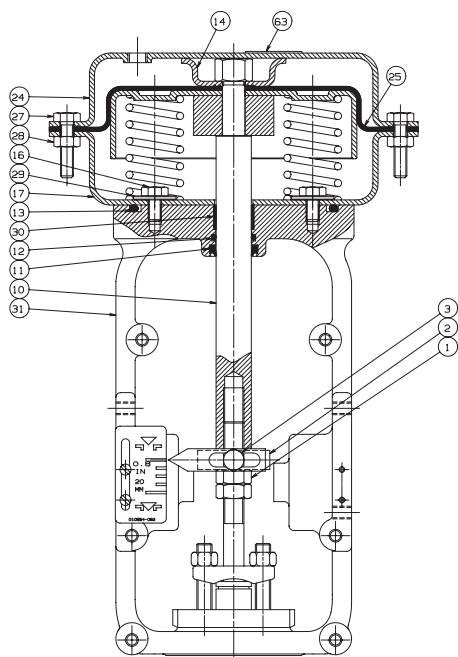

Figure 9 Actionneur de taille 3 fermant sous l'action de l'air
- G. Dévisser progressivement les boulons de tension restants (27 et 28) pour relâcher graduellement la tension des ressorts. Déposer le boîtier supérieur de diaphragme (24).
- H. Retirer l'écrou hexagonal (23) et l'entretoise (14), Figure 9.
- I. Déposer le diaphragme (25), le plateau de diaphragme (26), l'entretoise (22), les ressorts (21) et les entretoises de ressort (18) [si prévues], Figure 9.